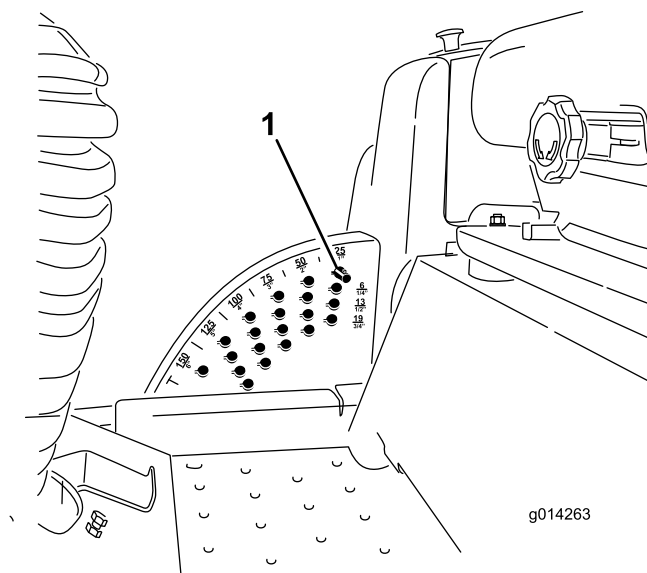

Figura 16
Nota: Para bloquear la carcasa del cortacésped en posición elevada, eleve la carcasa más allá de la posición de 15 cm (6 pulg.), retire el pasador de tope de altura de corte (consulte Ajuste de la altura de corte), y ponga el pasador en la posición de altura de corte de 15 cm (6 pulg.) (Figura 16).
1. Con el motor en marcha, presione hacia atrás el interruptor de elevación de la carcasa hasta que la carcasa del cortacésped esté elevada del todo y **suelte el interruptor inmediatamente** (Figura 16).
2. Para ajustar, gire el pasador hasta que el nervio quede alineado con la ranura del taladro del soporte de altura de corte, y retire el pasador (Figura 16).
3. Seleccione un taladro del soporte de altura de corte que corresponda a la altura de corte deseada, inserte el pasador y gírelo para bloquearlo en esa posición (Figura 16).
Nota: Hay cuatro filas de taladros (Figura 16). La fila superior corresponde a la altura de corte impresa encima del pasador. La segunda fila corresponde a la altura impresa más 6 mm. La tercera fila corresponde a la altura impresa más 12 mm. La fila inferior corresponde a la altura impresa más 18 mm. Para la posición de 15,8 cm (6 pulg.) hay un solo taladro, situado en la segunda fila. Esta posición no añade 6 mm (1/4 plug.) a la altura de 15,8 cm (6 pulg.).